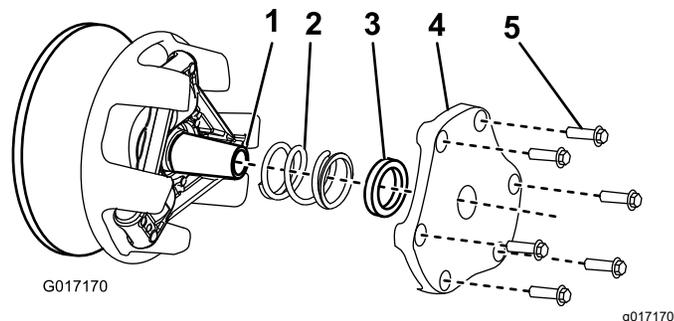

Рисунок 47
4. Отложите в сторону крышку, разделитель и пружину (Рисунок 47).